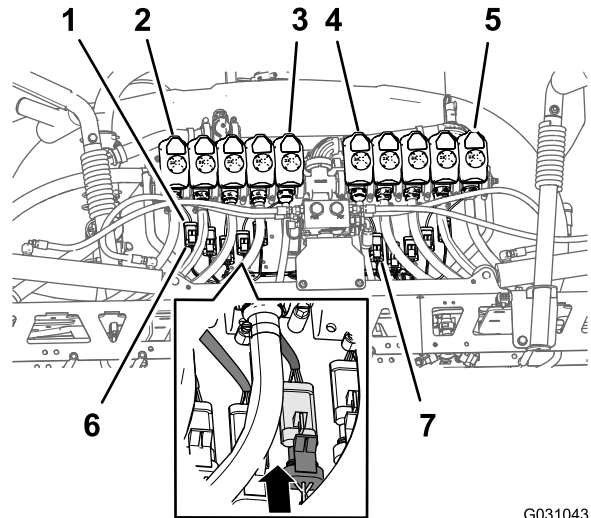

Bild 106
- Verlegen Sie die 3-Buchsen-Stecker des 203-cm-Kabelbaumzweigs, der mit **Nozzle Valve 1** bis **Nozzle Valve 5** beschriftet ist, an der Rückseite der 10-Ventil-Befestigung und unter den Ventilen 1 bis 5 (Bild 106).
- Verlegen Sie die 3-Buchsen-Stecker des 203-cm-Kabelbaumzweigs, der mit **Nozzle Valve 6** bis **Nozzle Valve 10** beschriftet ist, an der Rückseite der 10-Ventil-Befestigung und unter den Ventilen 6 bis 10 (Bild 106).
- Schließen Sie den 3-Stift-Buchsenstecker des hinteren Kabelbaums, der mit **Nozzle 1** beschriftet ist, an den 3-Stift-Stecker des Kabelbaums für das Düsenventil 1 an (Bild 106).
- Wiederholen Sie Schritt 3 an den Düsenventilpositionen 2 bis 10 (Bild 106).